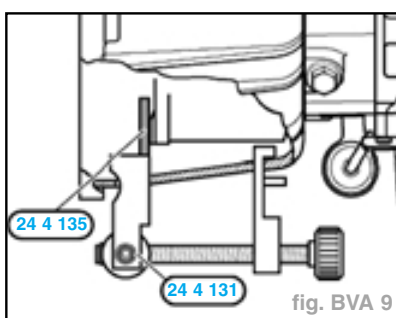

fig. BVA 9
**135** dans l'évidement du carter de boîte (fig. BVA 9).